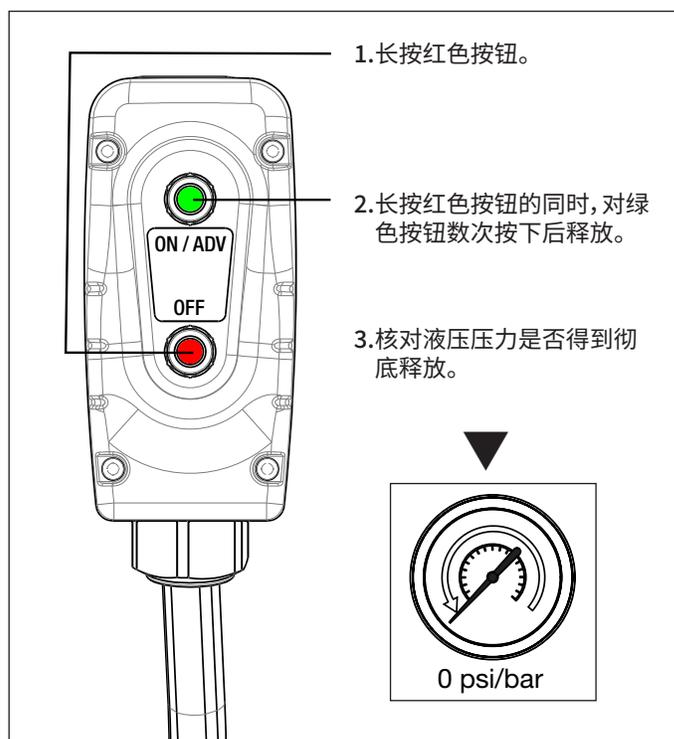

图 8: 释放液压压力
- 长按红色的 OFF 按钮,同时数次按下再释放绿色的 ON/ADV 按钮。参见图 8。